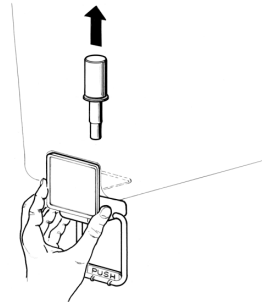

Bild 3
- 5 **Schwerkraftventil:** den Kolben herausziehen und danach den Betätigungshebel des Ventils abmontieren (Bild 3).